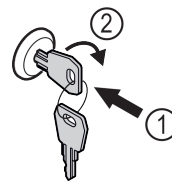

Fig. 151
- ▶ Shtyni çelësin brenda Fig. 151 (1).
- ▶ Rrotulloni çelësin me 90° në drejtimin orar Fig. 151 (2).